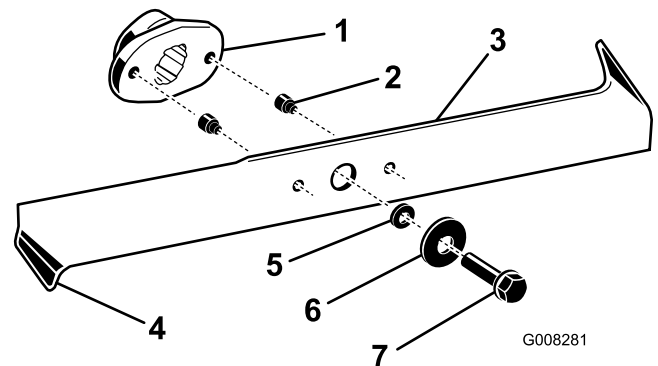

Figure 37
2. Examinez le tranchant des lames (Figure 37). Si elles ne sont pas tranchantes ou si présentent des indentations, déposez et affûtez les lames (voir Aiguisage des lames).
3. Inspectez les lames, surtout les bords recourbés (Figure 37). Si vous remarquez que les lames sont
4. Si les goupilles de cisaillement sont cassées, remplacez-les immédiatement (Figure 37).
3. Enlevez les boulons, les rondelles et les lames (Figure 37). Pour enlever le boulon, bloquez éventuellement la lame en introduisant une cale en bois entre la lame et le carter de tondeuse.
1. Montez les lames, les rondelles et les boulons de fixation (Figure 37).